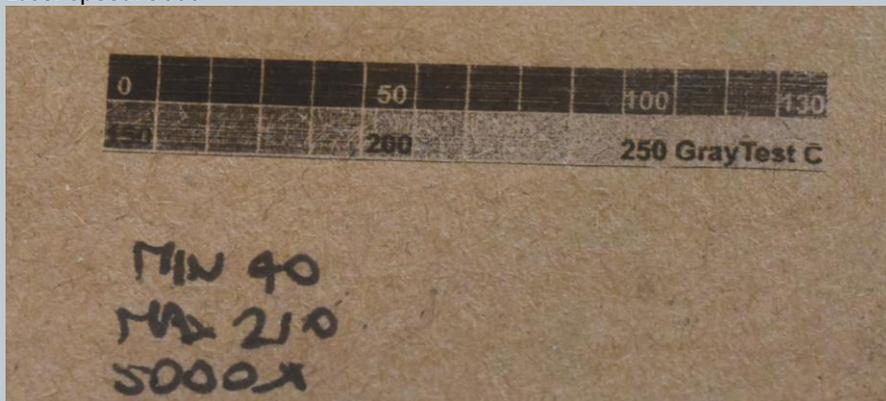

Fig. 72
- Incidere di nuovo lo stesso test ed eventualmente modificare ancora i valori del “Conversion settings” finché non si ottiene l’effetto desiderato. (Fig. 72)